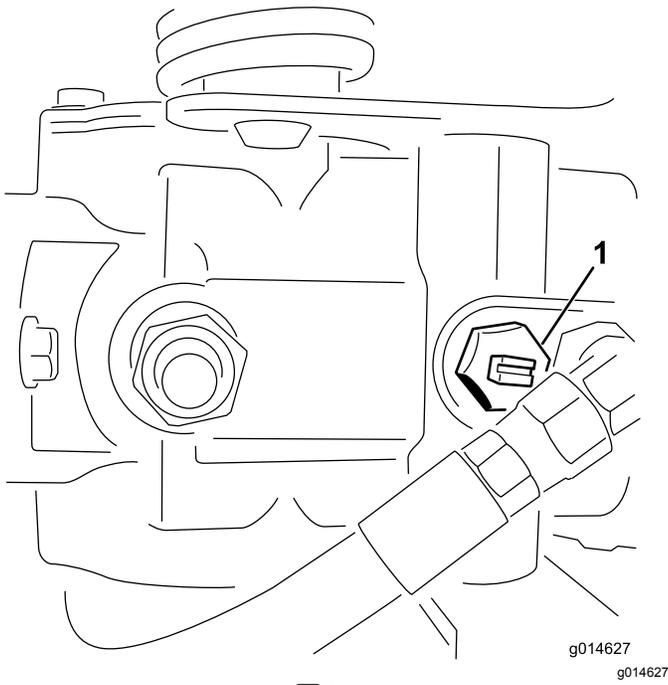

图42
1. 找到并旋转泵上的旁通阀、使槽处于垂直位置(图42)。
2. 启动发动机之前、旋转旁通阀、使槽处于水平位置、这样就可以关闭旁通阀 图42。旁通阀打开时切勿启动发动机。